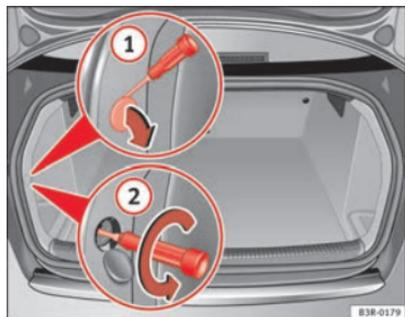
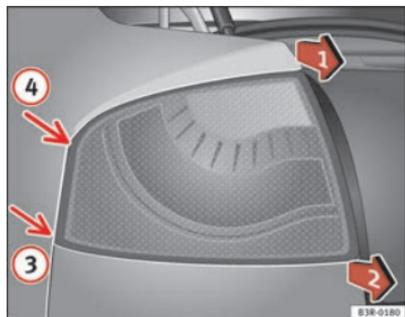

Fig. 210 Coffre à bagages : vis de fixation de feu arrière
Fig. 211 Dépose du feu arrière (partie latérale)
- Enlevez le cache au niveau de l'évidement à l'aide du tournevis ⇒ fig. 210 ①.
- Desserrez la vis qui se trouve derrière à l'aide d'un tournevis (flèche) ②.
- Tirez en alternance dans le sens des flèches ⇒ fig. 211, position ① et ②, jusqu'à ce que le feu arrière sorte de la fixation (positions ③ et ④).